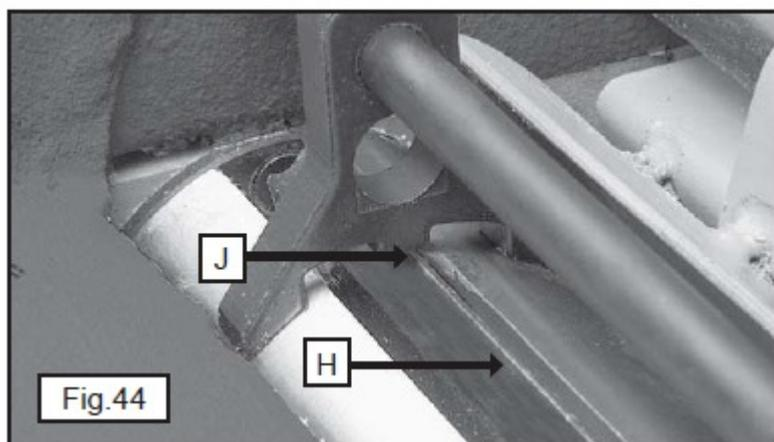
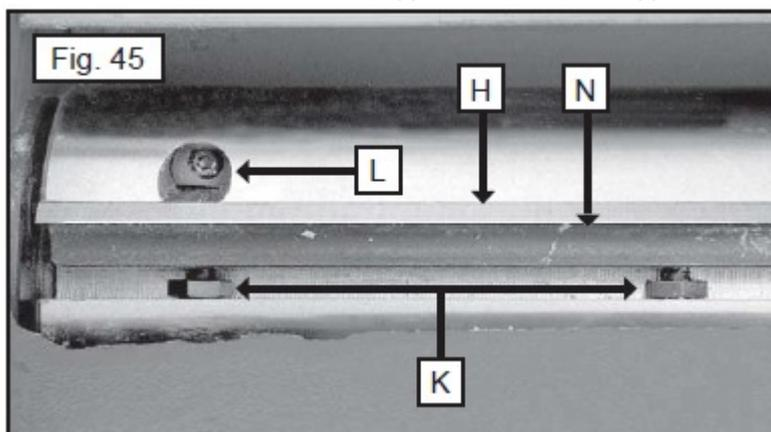

Рис. 44
Рис. 45
- B. Точно отрегулированные ножи (H), рис. 44, будут касаться низа приспособления (J) для выверки ножей на каждом конце. Проверить все три ножа.
Ослабить (по часовой стрелке) все пять установочных винтов, два из которых показаны на позиции (K), рис. 45. Повернуть прилагаемым ключом винт (L) с шестигранным шлицем, рис. 45 против часовой стрелки для опускания или по часовой стрелке для поднятия ножа на каждом конце режущего вала до тех пор, пока режущая кромка ноже (H), рис. 44, не коснется нижней части приспособления
сoblения (J) для выверки ножей, рис. 44. Затянуть планку (N) крепления ножа, рис 45, слегка заворачивая обратно пять установочный винтов (K), рис. 45 к пазу ножа.
После установки всех трёх ножей затянуть пять установочный винтов (K), рис. 45, к пазу. Начинать следует с конечных винтов, затем затягивать центральные до закрепления ножа. Затянуть другие ножи тем же способом.
- C. Вставить планки крепления, ножи и ввернуть винты во все три паза режущего вала. Ослабить установочные винты, два из которых показаны на позиции (K), рис. 45, достаточно для удержания трёх ножей в режущем вале.